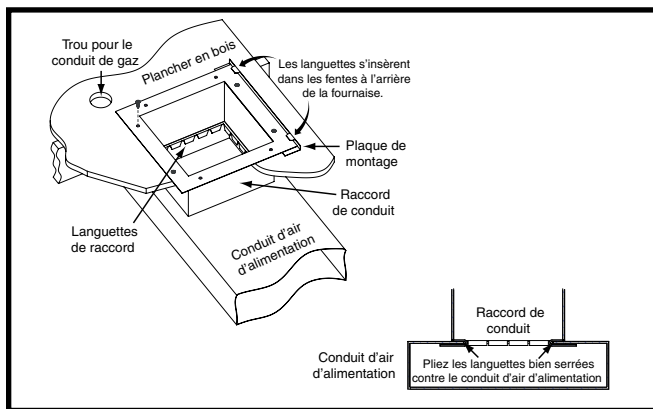

Figure 11. Raccord de conduit à languettes
2. Marquez l'emplacement de l'ouverture du conduit d'alimentation en air en tirant un trait autour des languettes du raccord de conduit. Voyez la Figure 11 (page 16).
5. Installez la plaque de montage (Figure 11) sous la surface arrière du raccord de conduit. Alignez les trous pour vis dans les deux composantes.
7. Pliez les languettes inférieures du raccord de conduit vers le haut et serrez-les le plus possible contre le conduit d'alimentation en air. Voyez la Figure 11.